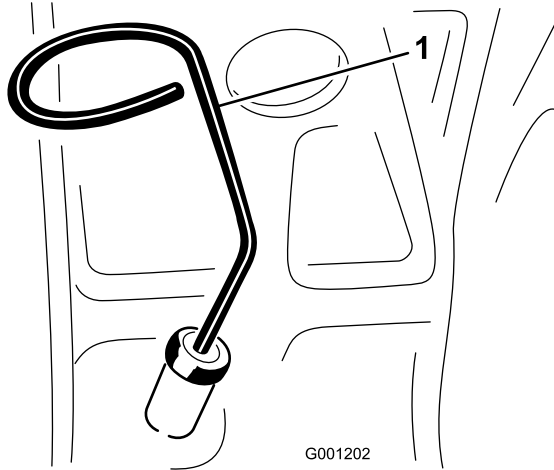

Bild 21
2. Nehmen Sie den Peilstab heraus und wischen Sie ihn ab. Stecken Sie ihn dann ganz ein (Bild 21). Nehmen Sie den Peilstab heraus und prüfen Sie den